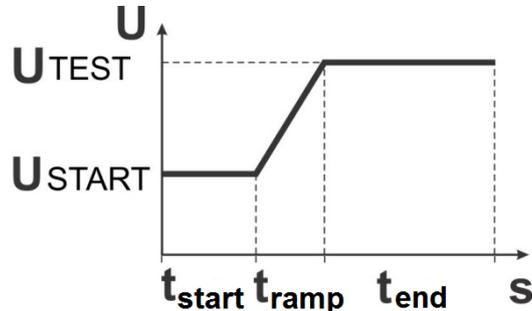

Figura 6.28: Diagramma tensione / tempo dei valori programmabili AC HV
Nel test programmabile AC HV è possibile impostare la dipendenza temporale dell'alta tensione (HV) in base allo schema *Figura 6.28*.
Nel test programmabile DC HV è possibile impostare la dipendenza temporale dell'alta tensione (HV) in base allo schema *Figura 6.28*.